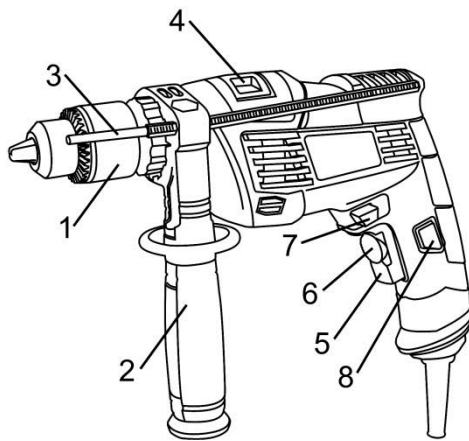

Рисунок 1
4.2 Виберіть необхідний режим роботи виробу за допомогою перемикача (4) (див. рисунок 1). Перемикання режимів роботи виробу здійснюється переведенням перемикача (4) (див. рис. 1) з одного крайнього положення в інше в сторону відповідного символу режиму роботи:
- Ударно-обертальний режим - перемикач (4) повинен бути переведеним до упору убік символу **T**.
- Обертальний режим - перемикач (4) повинен бути переведеним до упору убік символу **2**.